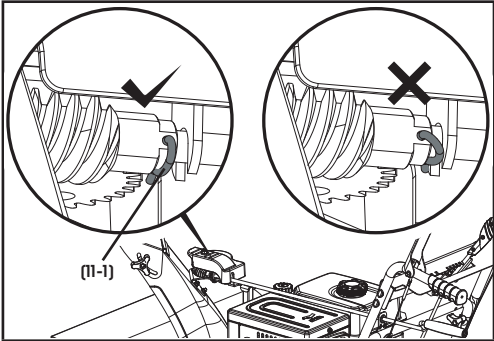

Figure 11B
3. Alignez le levier avec l'engrenage puis insérez la goupille bêta (11-1) (Figure 11B).
Assurez-vous que la goupille R est positionnée de la façon illustrée dans la figure 11B.